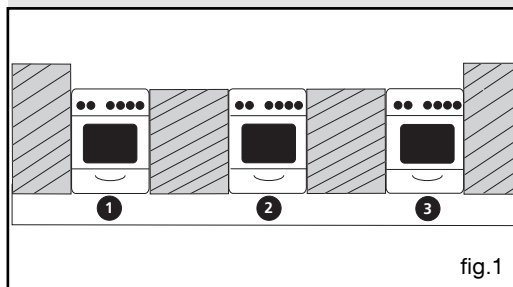

fig.1
Vous devez respecter les cotes d'encastrement suivantes (fig.1 et 2):
- Pour les gaz distribués par une canalisation (gaz naturel), le raccordement s'effectue (fig. 1) :
- soit par tuyau flexible avec embouts mécaniques filetés (fig. 1).